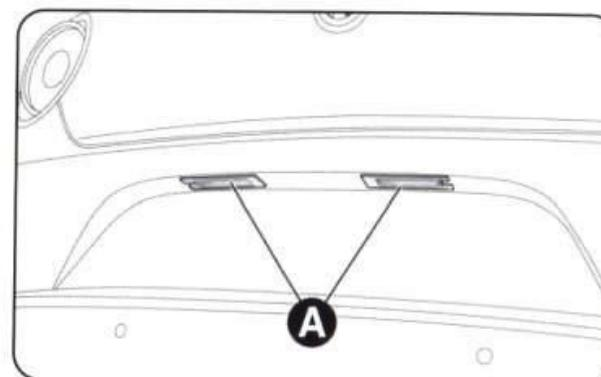

рис. 29
- снимите рассеиватель А (рис. 29);